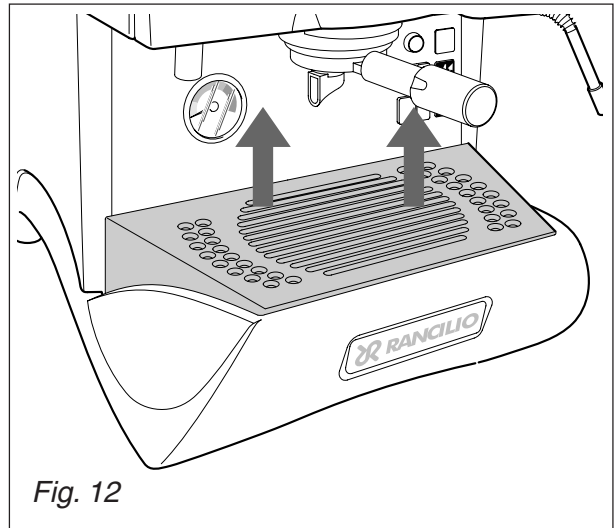

Fig. 12
- Enlever la grille d'appui des gobelets 1 (fig. 12) et la nettoyer.